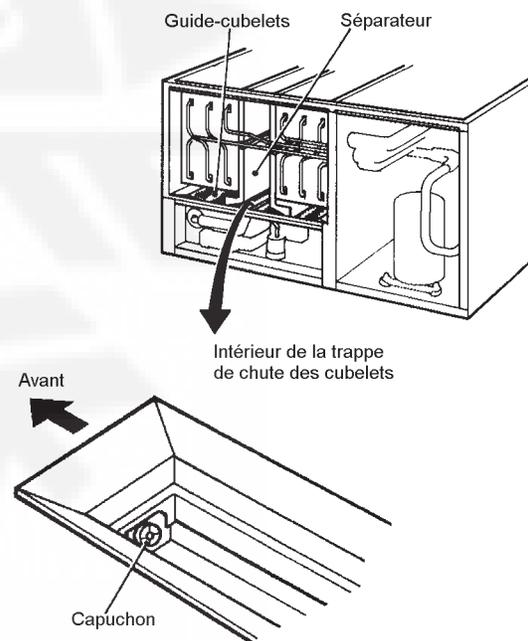

Fig. 7
- Déposez le panneau d'isolation. Déposez le capuchon qui se trouve dans la partie inférieure avant de la trappe d'évacuation de glace. Vidangez le réservoir d'eau pour évacuer toutes particules détachées. (Voir Fig. 7).
- 4) Toutes les bandes adhésives, cartons et éléments de conditionnement ont-ils été enlevés du distributeur ? Les guides des cubes sont-ils dans leur position correcte ? Les séparateurs sont-ils bien fixés à leurs pinces de support ? Voir Fig. 7.